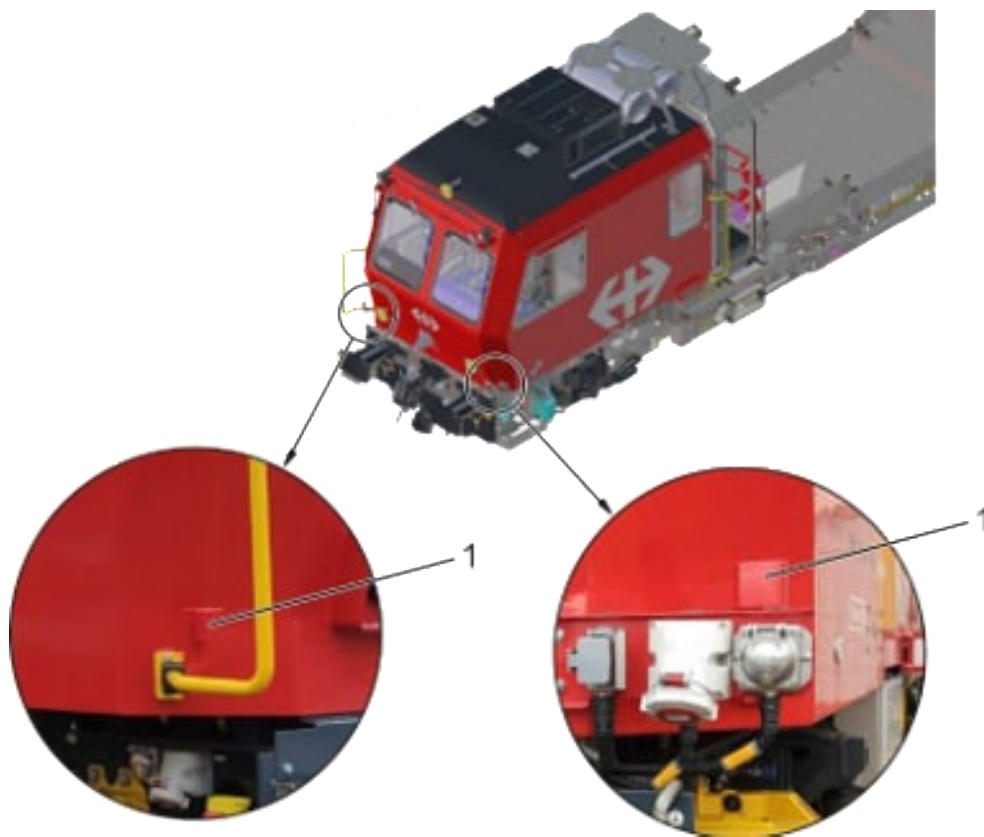

Abb. 30: Halter Signaltafel
Sobald die Fremdeinspeisung gesteckt wurde, muss die entsprechende Signaltafel an die Fahrerkabine in den Halter (1), siehe Abb. 30, eingesteckt werden.